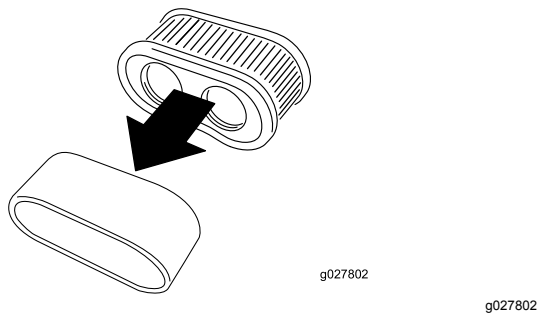

Figure 70
5. Séparez les éléments en mousse et en papier (Figure 70).